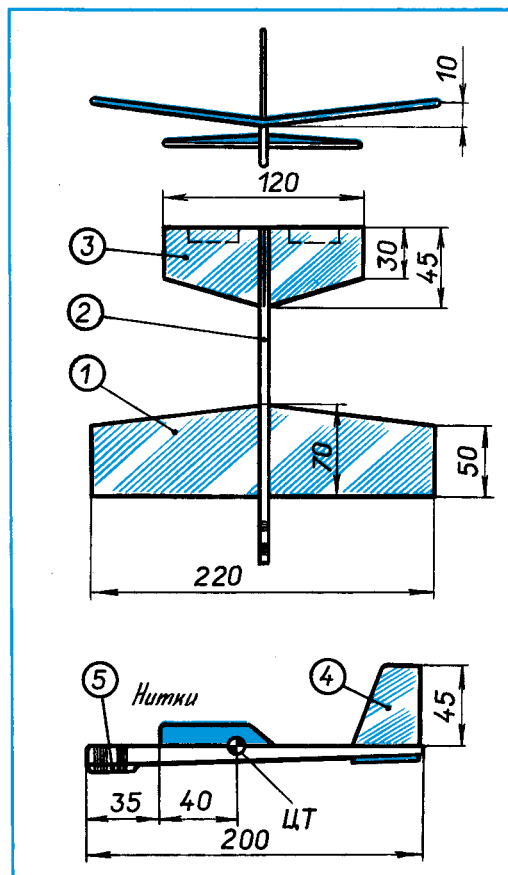

Рис. 64. Стриж.
**Стриж.** Модель (рис. 64) названа так за то, что быстро летает. При запусках с руки дальность ее полета может превышать 15 м. Технология изготовления модели проста. Фюзеляж 2 сделайте из рейки сечением  $10 \times 3$  мм и длиной 200 мм. Обработайте ее рубанком или напильником так, чтобы она постепенно сужалась к хвосту до размера  $3 \times 3$  мм.